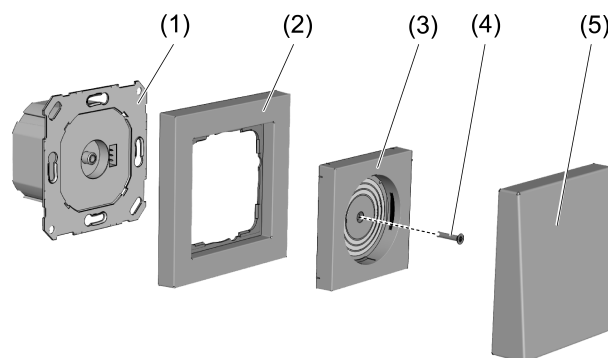

Bild 1
- Rahmen und Abdeckung montieren und Lichtaufsatz aufstecken (Bild 1).